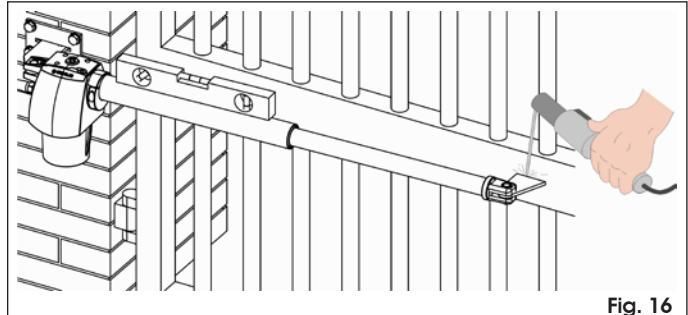

Fig. 16
9. Accostare il tubo dell'operatore all'anta sino a far appoggiare la staffa anteriore all'anta (Fig. 16).
10. Controllare, con una livella, la perfetta orizzontalità dell'operatore e fissare provvisoriamente la staffa anteriore con due punti di saldatura (Fig. 16).